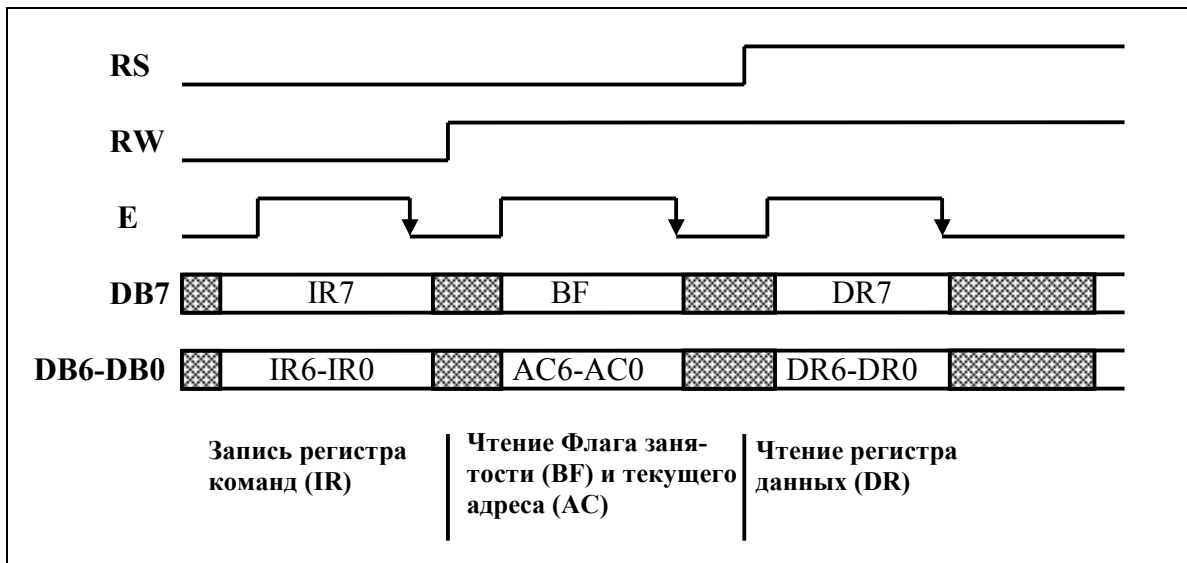

Рис.2. Пример работы 8-ми разрядного интерфейса.
- в режиме 8-ми разрядного интерфейса используются все 8 разрядов шины данных. Данные стробируются сигналом E, по заднему фронту которого начинается выполнение команды и Флаг занятости BF устанавливается в "1" (см. рис.2).